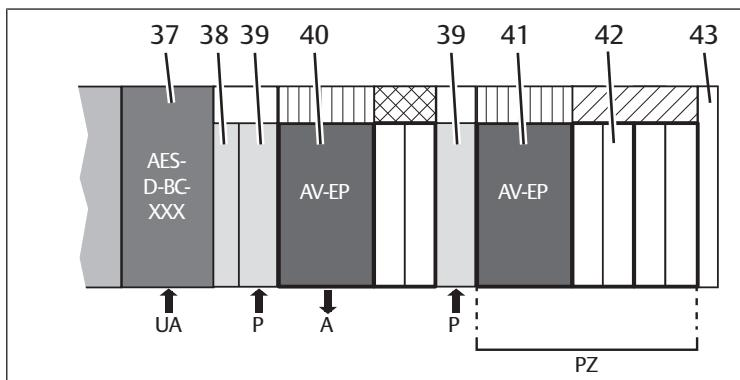

Bild 12: Konfigurationsexempel
I bild 12 visas ett konfigurationsexempel på ett AV-ventilsystem med AES-fältbussnod.
1. Se till att ytterligare en tillufts- resp. frånluftsanslutning finns genom en pneumatisk matningsplatta (39).
- Placera AV-EP-tryckregulatorn direkt intill den riktningsventil (42) som ska försörjas. AV-EP-tryckregulatorn befinner sig då på den sida som är vänd mot AES-fältbussnoden (37) (se bild 12, tryckzon PZ).
För att uppnå AV-EP-tryckregulatorns maximala flöde rekommenderar vi placering av en pneumatisk matningsplatta (39) framför tryckregulatorn (se konfigurationsexempel i bild 12).
- Placera stand-alone-tryckregulatorn (40) mellan AES-fältbussnoden (37) och tryckzonsregulatorn (41), se konfigurationsexemplet i bild 12.